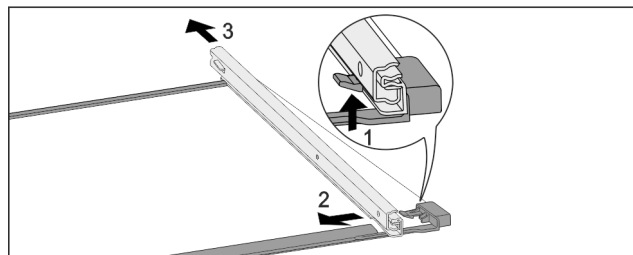

Fig. 174 Skleněná deska s kolejničkami
- ▶ Přední aretační háček zatlačte nahoru. Fig. 174 (1)
- ▶ Výsuvnou kolejničku vysuňte stranou Fig. 174 (2) a dozadu Fig. 174 (3).